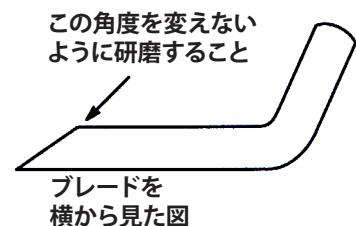

図32
- 全部のブレードの切っ先を丁寧に点検する。切っ先が鈍くなっていたり欠けていたりした場合には研磨する。研磨は刃先の上面だけを行い、刃の元々の角度を変えないように十分注意する（図32）。ブレードの左右を均等に削れば、バランスを狂わすことなく研磨を行うことができる。